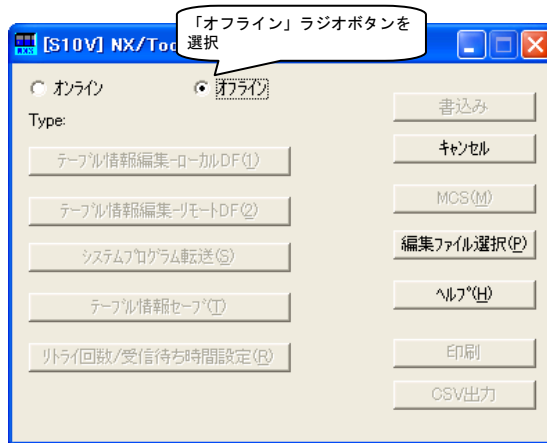

図4-7 「オフライン」ラジオボタン選択
- (1) 「4.3.1 オンライン状態立ち上げ」の(1)、(2)と同じ操作をしてください。
- (2) 「オフライン」ラジオボタンを選択します（図4-7）。